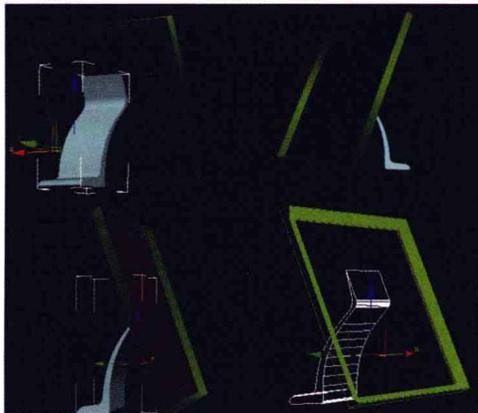

图 1-14
12. 退出点的次级编辑模式。在其修改器的修改列表中，在修改下拉列表中按键盘“E”键，适当设置【Amount】（厚度）参数，并将其移至相框合适的位置。如图 1-14 所示。